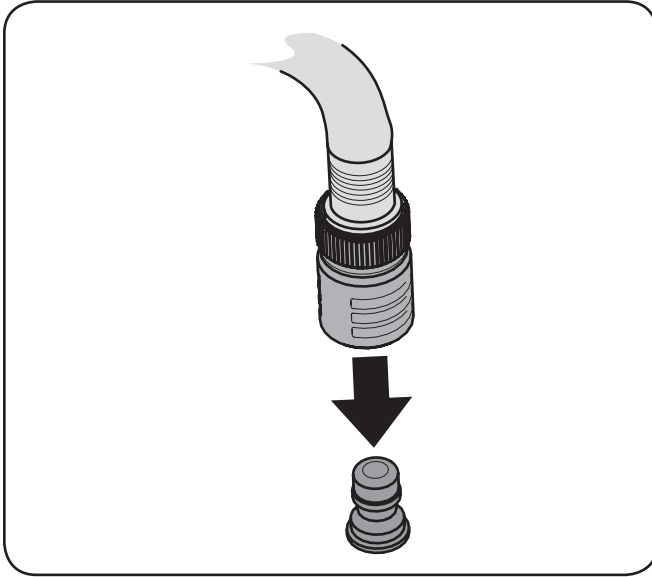

Figure 6-2
3. Una el acople de la manguera al puerto de agua que se encuentra en la superficie de la plataforma. Vea la Figure 6-2.